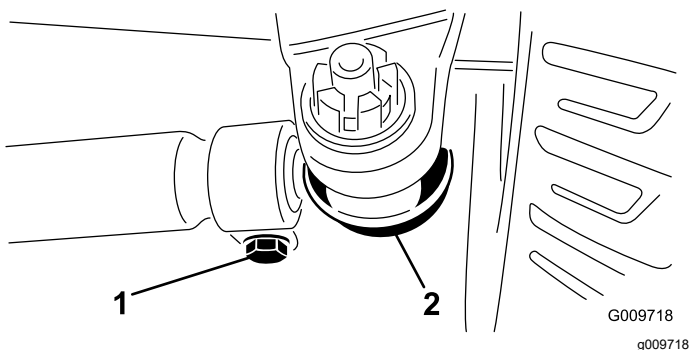

Рисунок 115
3. Для регулировки снимите шплинт и гайку с шаровой опоры тяги (Рисунок 115). Извлеките шаровую опору поперечной тяги из кронштейна на корпусе моста.
4. Ослабьте зажимы на обоих концах поперечных тяг (Рисунок 115).